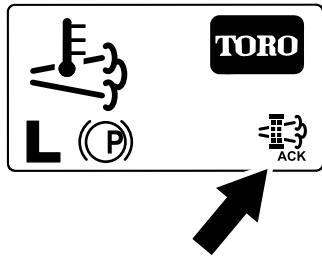

Рисунок 70
8. В ходе процесса регенерации дисплей инфо-центра показывает главный экран и в правом нижнем углу экрана отображается значок подтверждения регенерации (Рисунок 70).